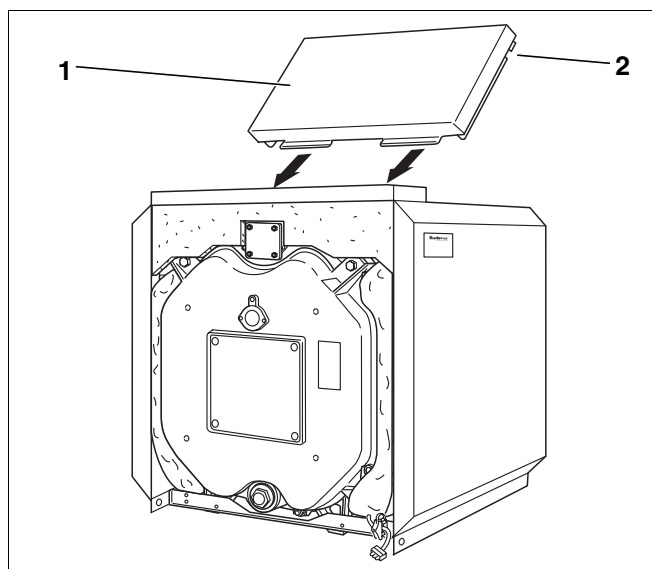

Fig. 37 Montaj – capac posterior
- Capacul din spate (fig. 37, **poz. 1**) se așează astfel între pereții laterali, încât decuparea (fig. 37, **poz. 2**) să cuprindă traversa.